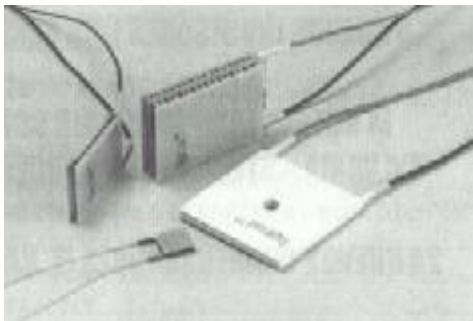

Figura 4. Distintos encapsulados de Células Peltier
- Dimensiones: Estas células Peltier, son muy pequeñas, en la figura 4 podemos ver varios modelos: una célula de 40x40 mm. y con agujero en el centro; una célula de 15x15 mm y detrás de ella otra de 30x30 mm. La más gruesa corresponde a una célula multinivel en cascada o "sandwich", formada por 2 células con el propósito de aumentar su transferencia térmica.